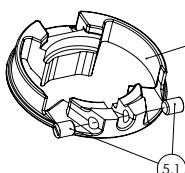

Fig. 11
- 7 / Apriete la vaina de freno con los tornillos de plástico ⑤ (Fig.11).